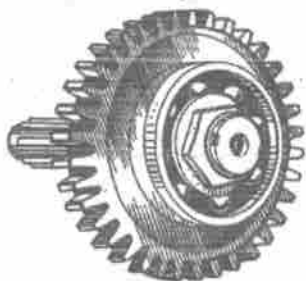

Bild 131. Antriebswelle der Vorderachse, zusammengebaut
2. Mutter festziehen und durch Einkörnen in die Wellennut sichern. Zum Einkörnen Werkzeug mit abgerundeten Kanten verwenden. Die zusammengebaute Antriebswelle der Vorderachse ist in Bild 131 dargestellt.